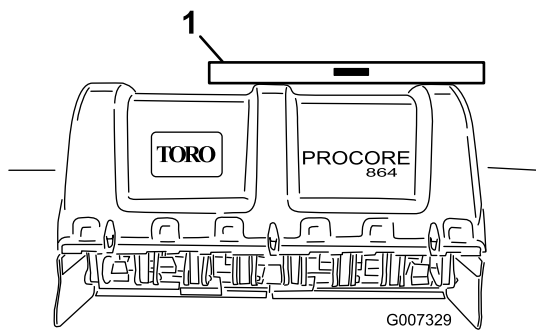

图 15
2. 在机器机架上放置一个水平仪检查其横向水平状况图 15。